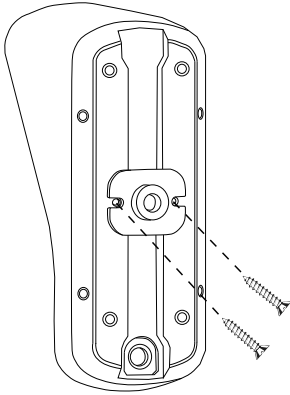

Figura 1
- » Fije el conector en la base del sensor con los dos tornillos como se muestra en la figura 1, observe el orificio existente en la base, luego inserte el eje a través del orificio, girándolo en el sentido de las agujas del reloj como se muestra en la figura 2.